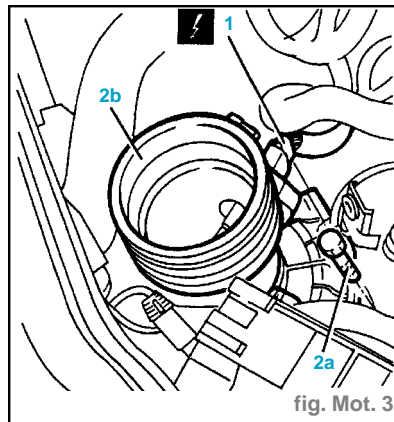

fig. Mot. 3
- Débrancher la connexion électrique au débitmètre d'air (1) (fig. Mot. 3).